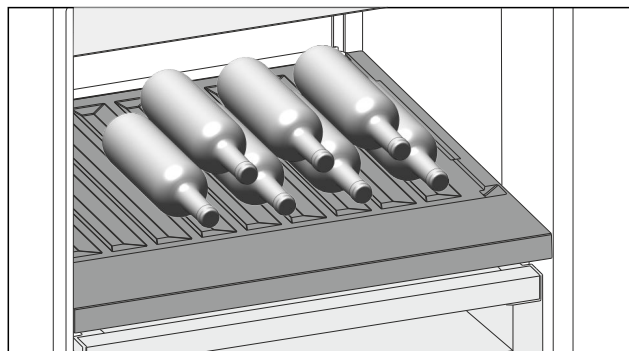

Fig. 118
- Flessen met de bodem naar achteren tegen de achterwand plaatsen. (zie Fig. 118)